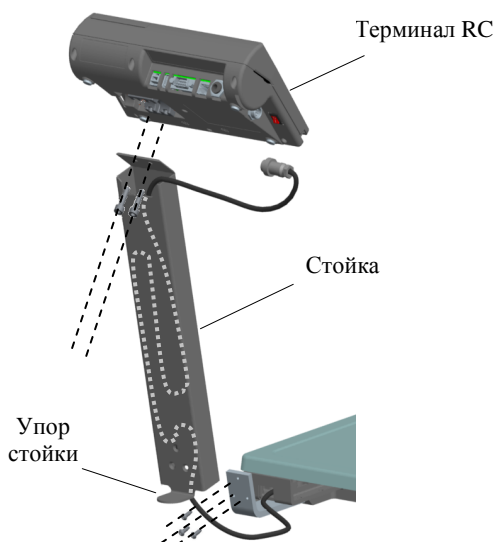

Рис. 3.2 - Сборка весов
3.3 Протянуть кабель внутри стойки и привинтить стойку к кронштейну модуля. Привинтить терминал к стойке (Рис. 3.2).
3.4 Установить весы на твердой ровной поверхности (столе) неподверженном вибрациям. Ввернуть в основание платформы регулировочные опоры так, чтобы упор стойки (см. Рис. 3.2), служащий для повышения устойчивости весов, касался поверхности стола.